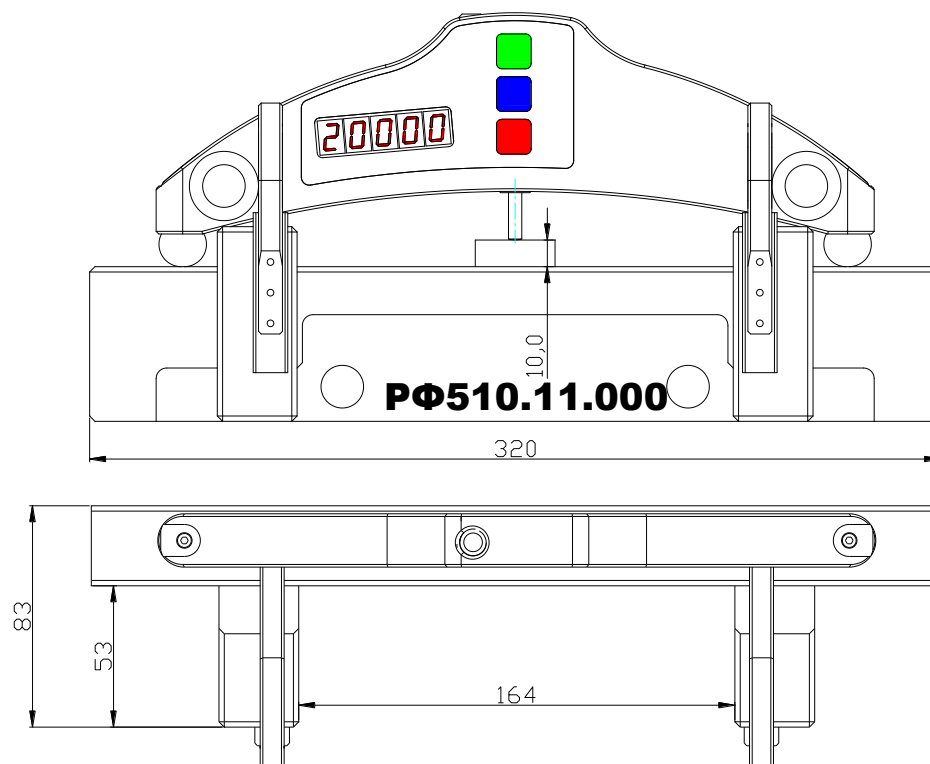

Рисунок 2
- плита поверочная с отклонением от плоскостности не более ± 0.5 мкм на длине 250 мм (либо плоский шаблон РФ510.11.000 рис.2.);